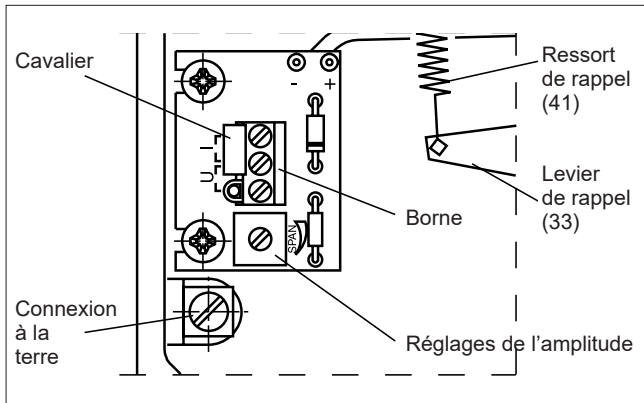

Fig. 6. Carte de connexions
Relier les raccords C1 et C2 (1/4 NPT) à l'actionneur conformément à la Fig. 6.
Pour les positionneurs montés sur actionneur à ressort de rappel, seule une connexion à simple effet est autorisée ! Il faut alors obturer le raccord C1 ou C2. Voir Fig. 6.
Utiliser la Fig. 6 pour choisir le secteur adéquat pour la came (29) et la position de l'inverseur (46).
Aucune modification externe de ma tuyauterie n'est nécessaire. Le positionneur NE727 constitue cependant une exception (vanne pilote DIA6HC). L'inverseur doit toujours se trouver en position R, et la tuyauterie extérieure doit être réalisée tel qu'indiqué à la Fig. 6.
Choisir la position de l'inverseur conforme au fonctionnement voulu - D ou R (cf. Fig. 6).
À l'aide de la Fig. 6, choisir le côté, A ou B, et le secteur d'accroissement de la came correspondant au fonctionnement souhaité.